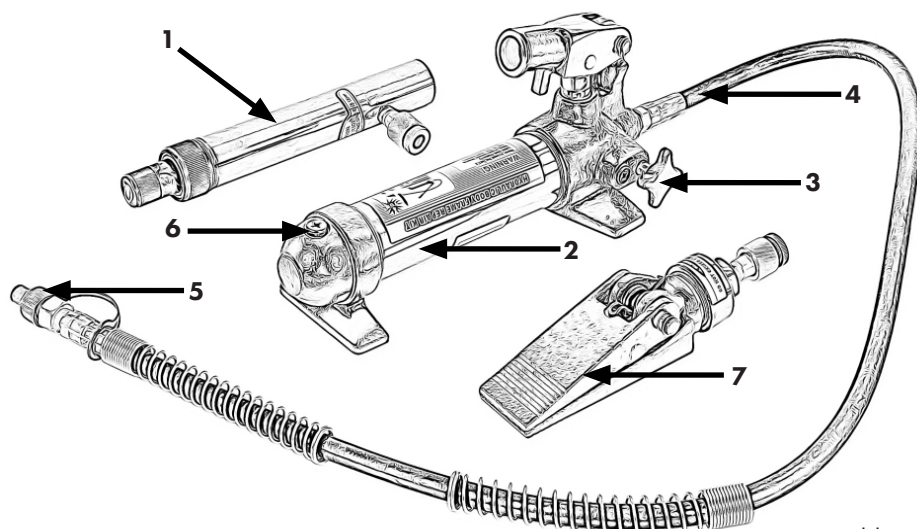

Bild 1
1. Ta först bort oljeskraven (6) och muttern på oljebehållaren. Ha en lämplig behållare redo för att samla upp den avtappade spilloljan. Vrid apparaten så att oljan kan rinna ut helt ur behållaren. (Bild 1)
3. Vänd apparaten så att oljebehållaren är vänd uppåt och stäng avstängningsventilen (3).
5. Stäng stopp- och avtappningsventilen (3) och pumpa försiktigt handtaget (position 17) uppåt för att bygga upp ett lätt tryck.